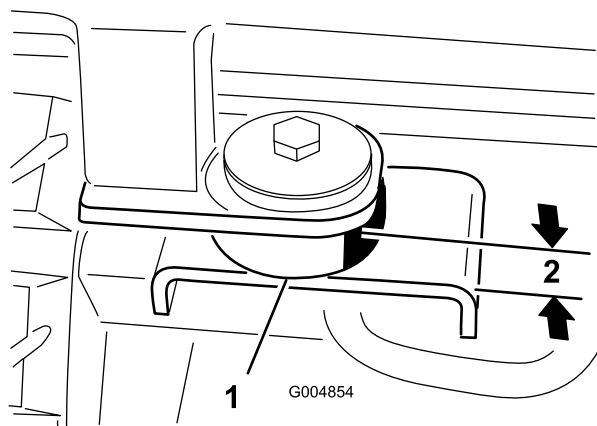

Figura 67
3. Insira um suporte de montagem da cabina de borracha nos locais de montagem dianteiros (Figura 67).